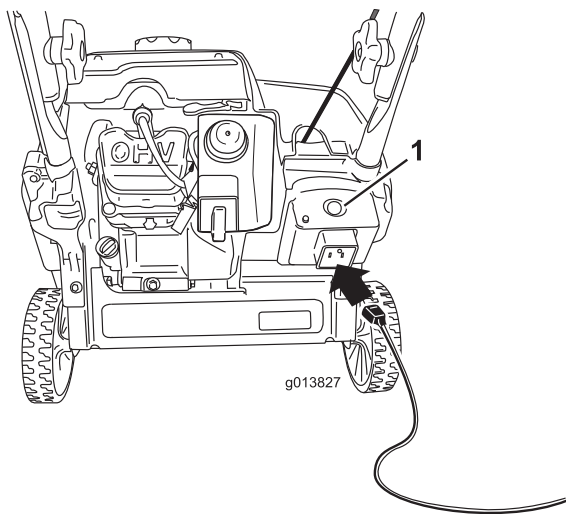
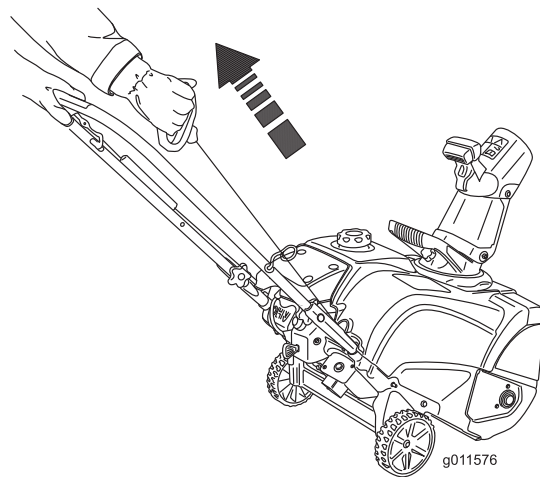

Figure 14
Figure 15
4. Branchez la rallonge sur le secteur et sur la machine, puis appuyez sur le bouton du démarreur électrique (modèle 38473 uniquement) (Figure 14), ou tirez la poignée du lanceur (Figure 15).